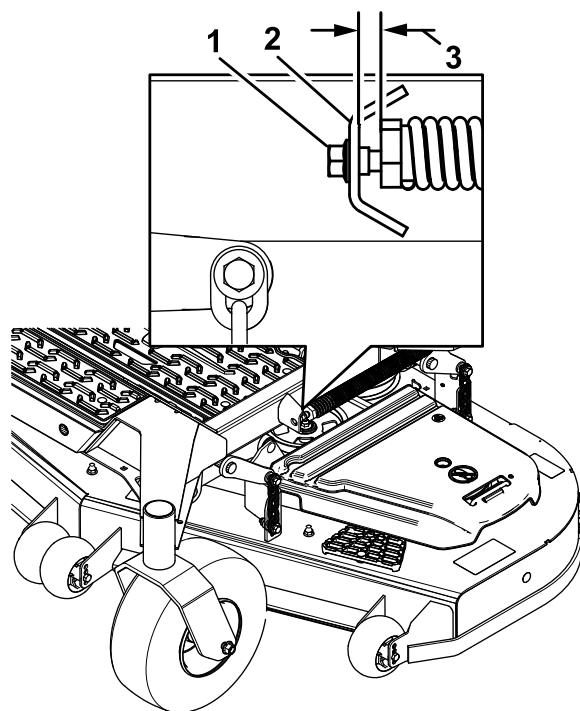

Figura 85
10. Slăbiți încet urubul de reglare al arcului de asistare pentru ridicare, până când puteți îndepărta urubul (Figura 85).